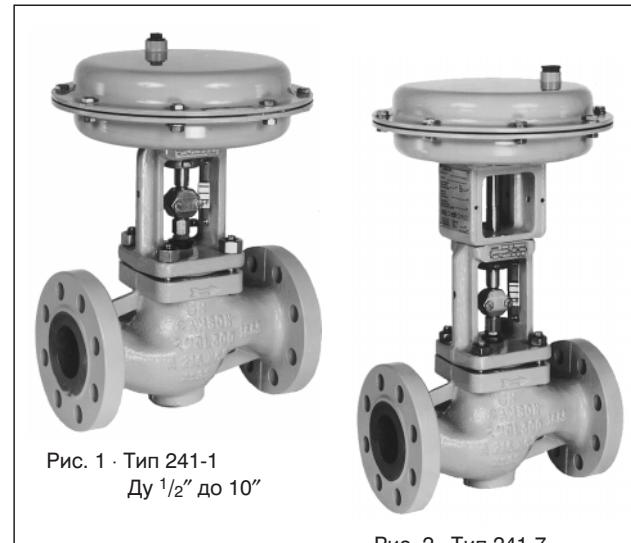

Рис. 1 · Тип 241-1
- **тип 241-1** (рис. 1) Ду 1/2" ... 10" с приводом тип 271 (см. типовой лист Т 8310)